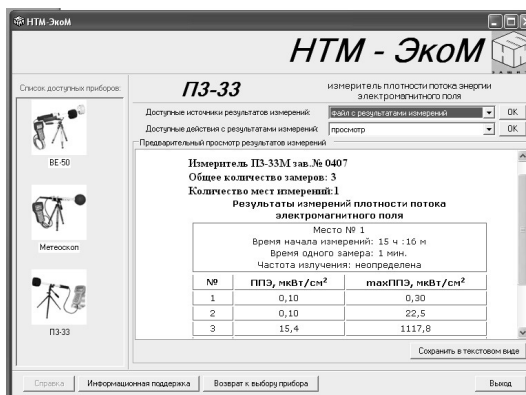

Рисунок 7
7.3. Если выбирается заархивированный файл (см. Рис.7), запасенные данные организуются в виде таблицы на рабочем поле окна. Приводится информация о типе и заводском номере Измерителя, количестве обследованных мест и суммарном числе замеров. Далее следует таблица результатов, полученных на каждом месте измерения и величина энергетической экспозиции за время измерений на этом месте. Перечень